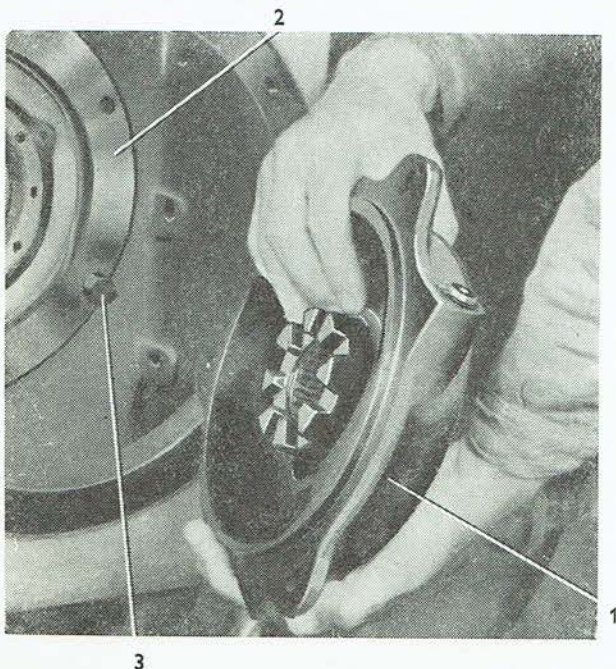

Abb. 100
2. Der Deckel der Ausgleichgetriebesperre (Abb. 100/1) ist durch Ausschrauben von drei Schrauben M 10×30 abzumontieren.
6. Der Ausgleichgetriebeflansch (Abb. 100/2) ist durch Ausschrauben der Schrauben M 10×25 (Abb. 100/3) auszubauen.